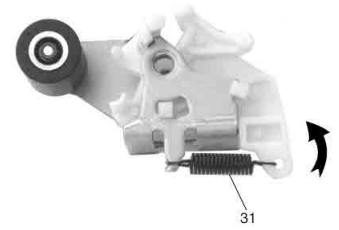

Fig. 17
- Décrocher le ressort (Pos. 31, Fig. 17), tourner le levier plastique (Pos. 18, Fig. 16) dans le sens de la flèche et l'enlever.